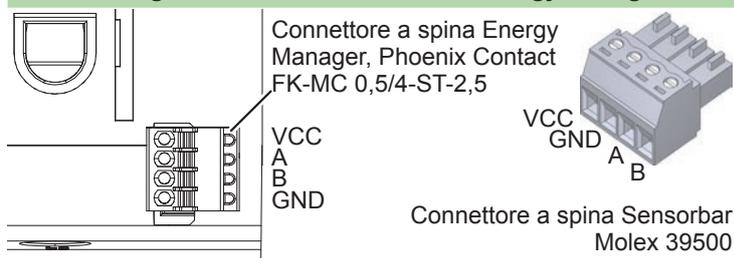

Fig. 4: Cablaggio delle Sensorbar con l'Energy Manager
- Collegare i connettori a spina delle Sensorbar e dell'Energy Manager con il cavo standard 2466C. Fig. 4 mostra l'assegnazione dei fili.